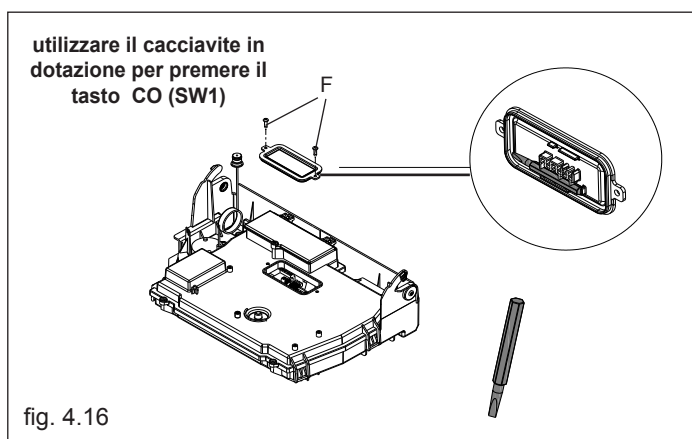

fig. 4.16
- premere il pulsante CO (fig. 4.16) e passare alla taratura del parametro successivo.